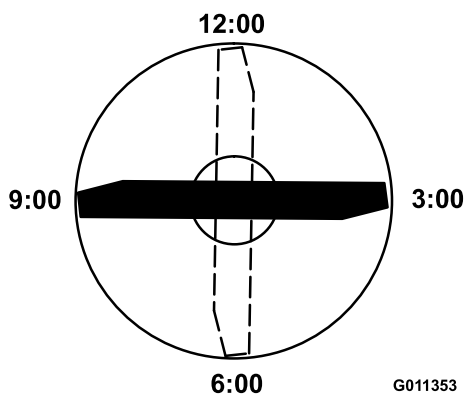

Figura 99
4. Orientate il tagliente dell'estremità marcata della lama sulle ore 12 (esattamente in avanti, nel senso di falciatura) (Figura 99) e misurate l'altezza tra il banco e il tagliente della lama.
5. Ruotate l'estremità marcata della lama sulle ore 3 e sulle ore 9 (Figura 99) e misurate le rispettive altezze.